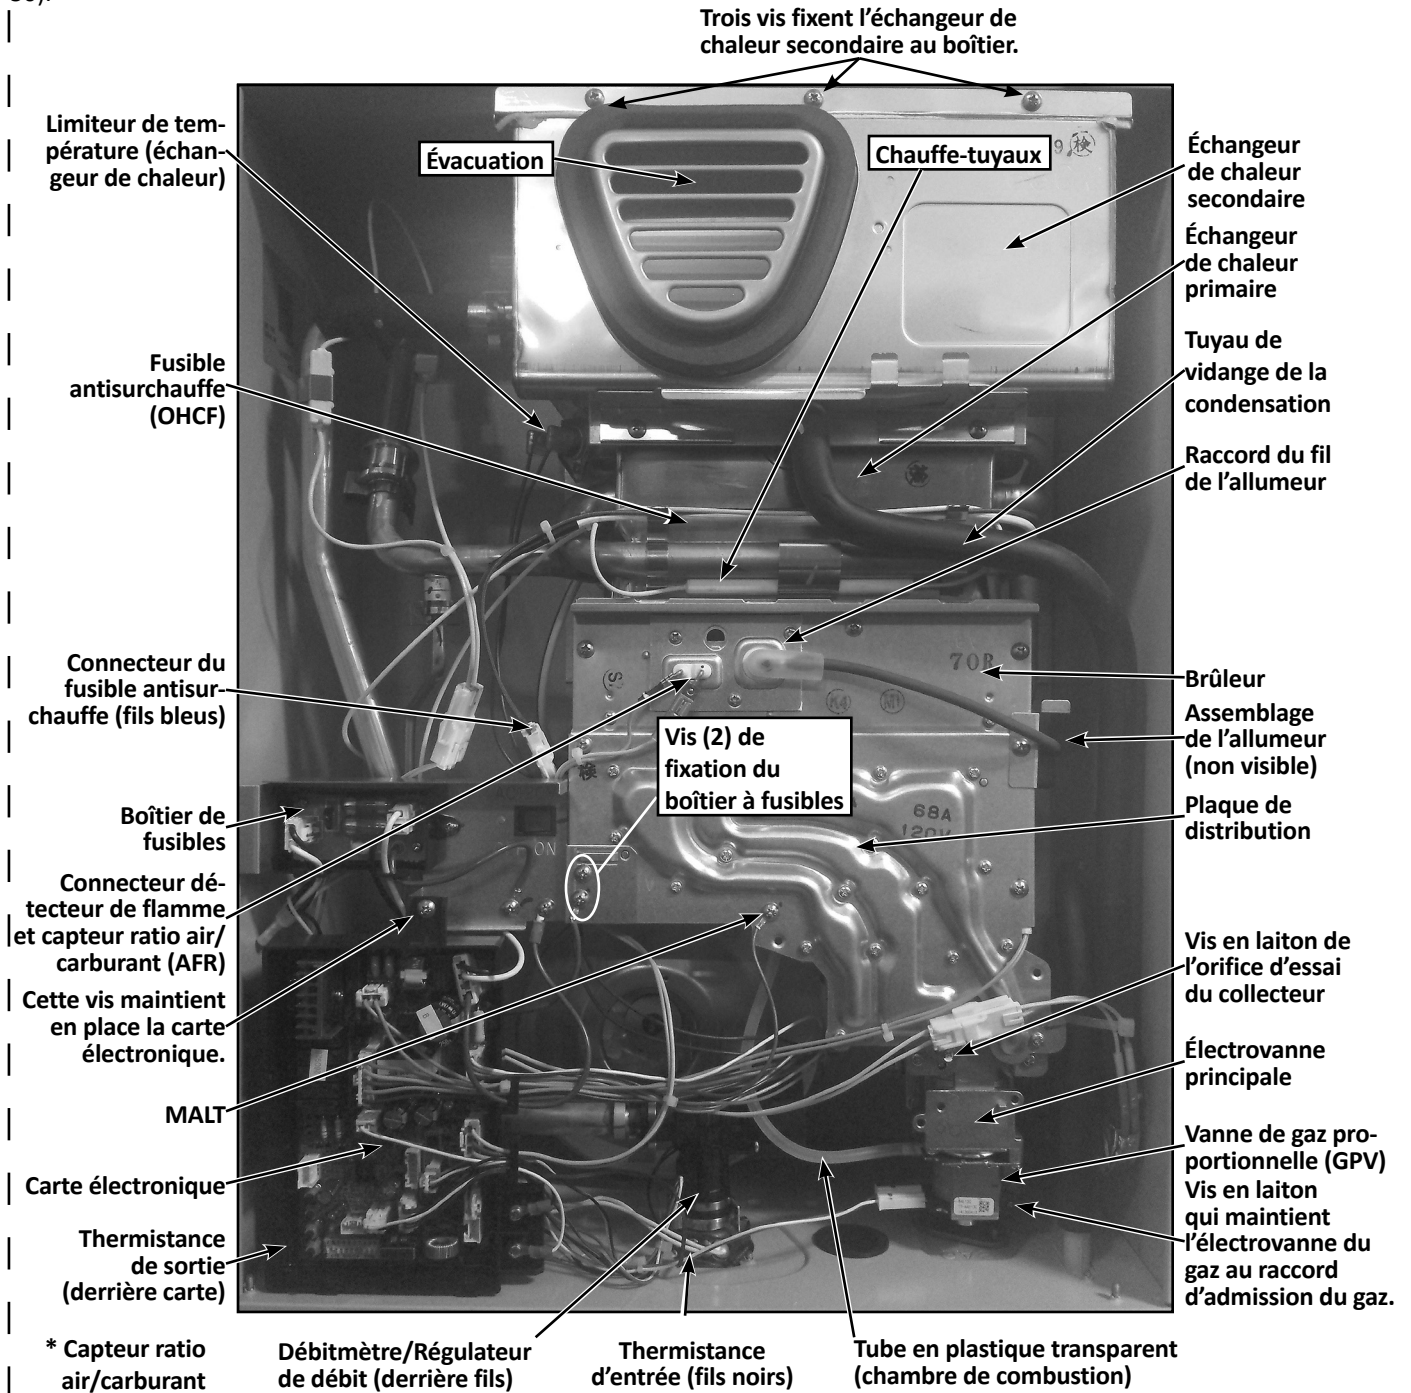

Figure 42
5. Déconnectez les fils du débitmètre/régulateur de débit de la carte électronique, comme illustré ci-dessous. Voir Figure 41 (p. 50) ou Figure 42 (p. 51).
2. Retirez la carte électronique du chauffe-eau selon les étapes suivantes. Voir Figure 41, p. 50 ou Figure 42, p. 51.
- Fil du détecteur de flamme (orange) Voir Figure 41, p. 50 ou Figure 42, p. 51 (centre du schéma).
Voir Figure 41, p. 50 ou Figure 42, p. 51 (centre du schéma).
- Fil de l'allumeur (noir). Voir Figure 41, p. 50 ou Figure 42, p. 51 (centre du schéma).
- Retirez la vis qui maintient en place la carte électronique. Voir Figure 41, p. 50 ou Figure 42, p. 51.
3. Retirez les deux vis qui maintiennent le boîtier à fusibles la plaque de distribution. Éloignez le boîtier à fusibles de la zone de travail. Voir Figure 41 (p. 50) ou Figure 42 (p. 51).
4. Débranchez le connecteur blanc situé au-dessus de l'électrovanne de gaz principale (fils jaunes). Ce connecteur est représenté juste au-dessus de la "l'électrovanne de gaz principale" à la Figure 41 (p. 50) et à la Figure 42 (p. 51).
- 5.4 La vis est située sur la partie inférieure droite de l'électrovanne. Voir Figure 41 (p. 50) ou Figure 42 (p. 51).